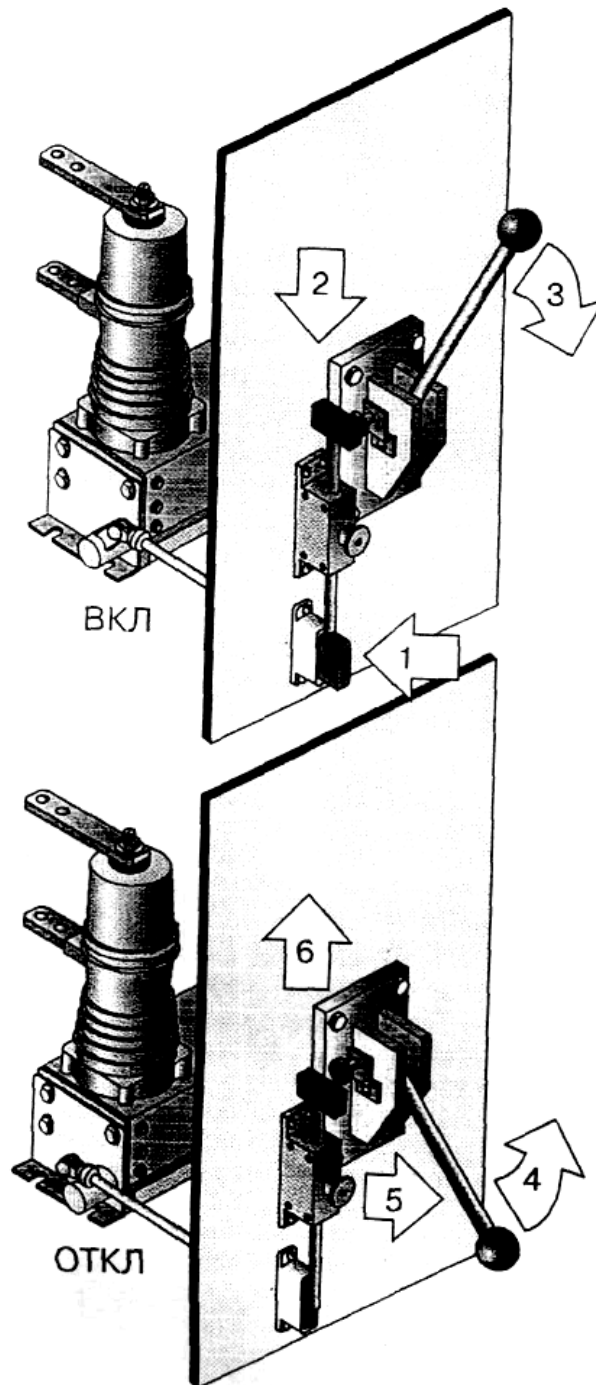

Рисунок 1
4.1.3 Блокировка, не допускающая включения или отключение разъединителей при включенном выключателе первичной цепи, а также не позволяющая включить выключатель в промежуточном положении рукоятки ручного привода разъединителя. При этом используется блокиратор, осуществляющий механическую и электрическую блокировку выключателя (см. рисунок 1).